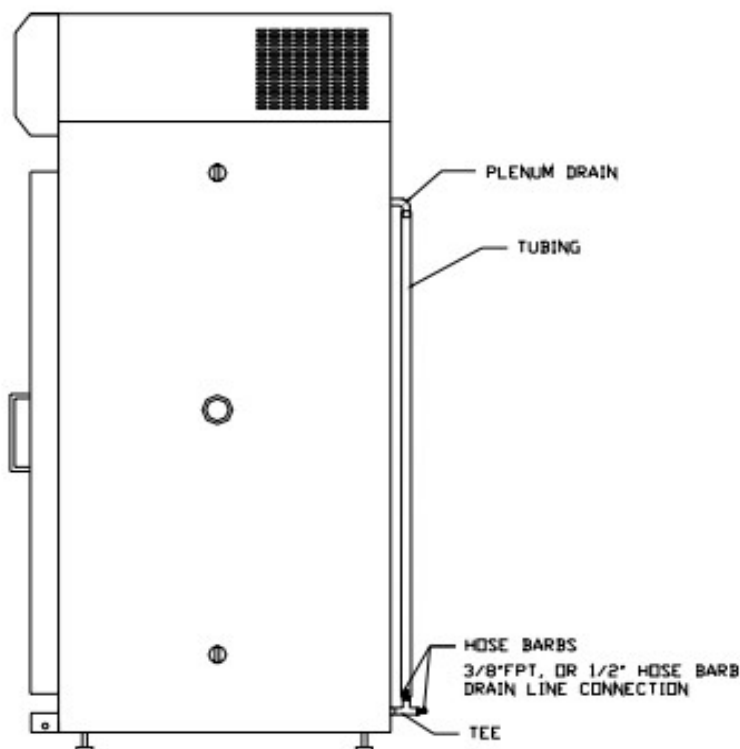

Figura 2 Ubicación de la conexión de drenaje
6.2.2.1 Conecte una línea de drenaje NPT de 3/8 "a la conexión de drenaje ubicada en la parte posterior inferior de la cámara (la figura 2 muestra la conexión de drenaje ubicada en la parte posterior de la cámara). Para un correcto funcionamiento, la manguera de desagüe no debe estar doblada; debe correr hacia abajo de la cámara y entrar en un desagüe de piso abierto.